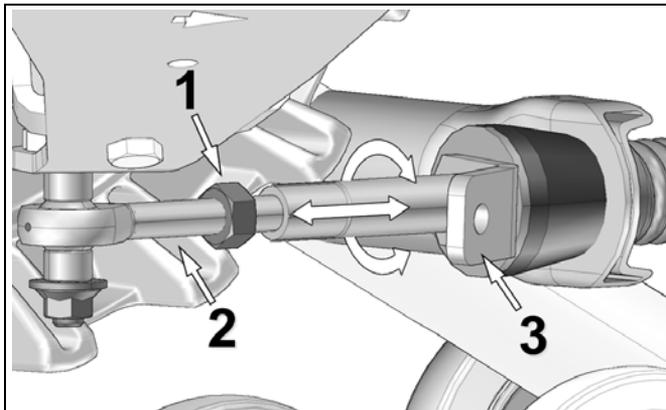

Figure 5
- Desserrer le contre-écrou (1) de l'embout à rotule. Ajuster la longueur de l'embout (2) en tournant le support de limiteur de conduite au bras stabilisateur (3) avec une clé 30 mm pour obtenir un ajustement de **254 mm [10 po]** au dessus du sol. Voir la Figure 5.